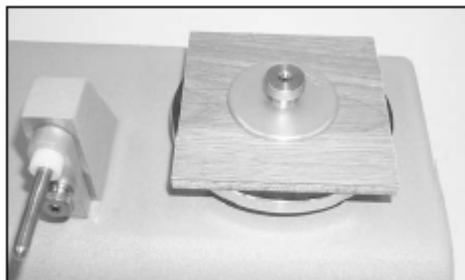

Figura 2
- Poner la muestra en el portamuestras y fijar colocando la placa de sujeción sobre la muestra y apretando la tuerca de seguridad (*Figura 2*). Nota: Cerciorarse de que la alfombrilla de goma ref. S-19 está colocada sobre el portamuestras antes del montaje.